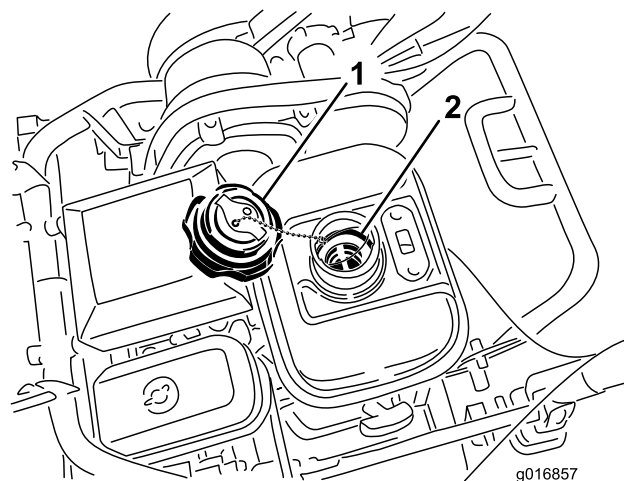

Рисунок 38
3. Отверните и снимите крышку топливного бака (Рисунок 38).